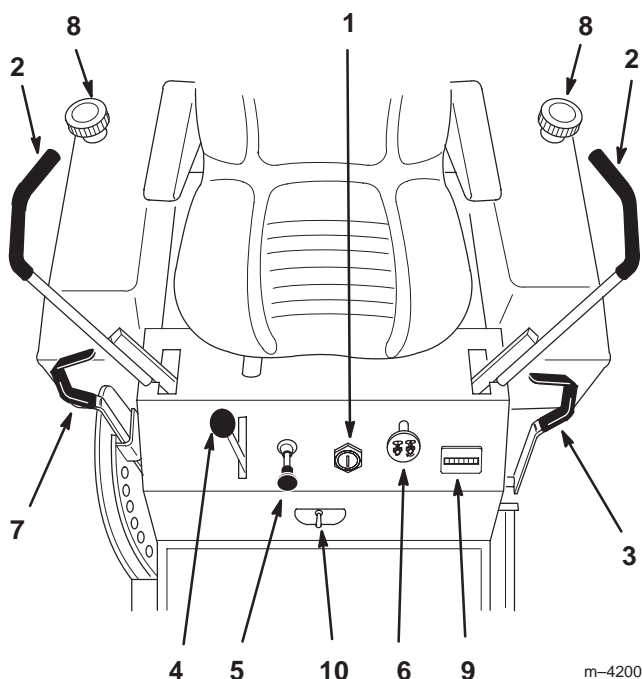

Figure 12
Avant de mettre le moteur en marche et d'utiliser la machine, familiarisez-vous avec toutes les commandes (Fig. 12).
1. Mettez les leviers de commande de déplacement (Fig. 12) en position de verrouillage du point mort.